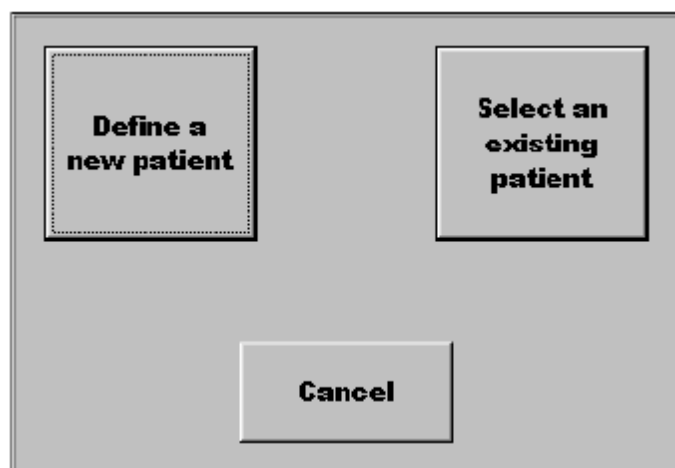

Figura 114: Janela de Classificação do Paciente Enfant®
2. Dentro da janela de classificação do paciente e dependendo das circunstâncias, selecione Definir um novo paciente ou Selecione um paciente existente (**Figura 114**).